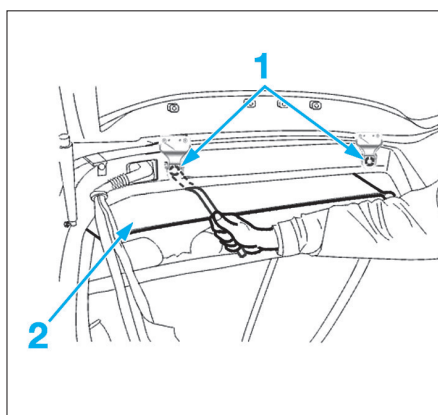

Fig. 89
- A l'aide d'une clé coudée, écarter la garniture de pavillon (2) sans la plier et déposer les fixations (1) du hayon (Fig.89).